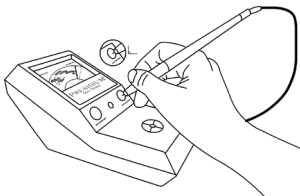

Fig. 1.5
- Premere la punta della sonda sul disco per il test dei diamanti collocato a destra della lampadina dell'indicatore (**Fig. 1.5**). Applicare una pressione sufficiente a far rientrare completamente la punta sporgente all'interno della sonda a penna. Al termine di questa operazione, l'ago dovrebbe sollevarsi fino a raggiungere la posizione più elevata all'interno della fascia verde del display del contatore, entro due o tre secondi.